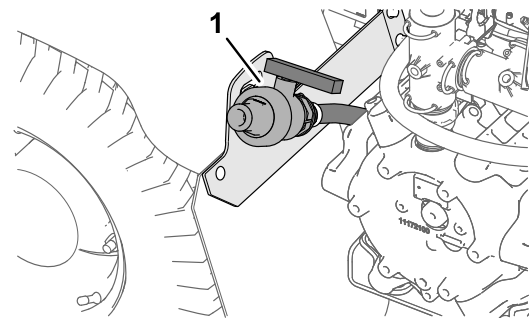

Figura 48
2. Localice la válvula de vaciado del depósito, situada en el guardabarros trasero izquierdo de la máquina (Figura 48).